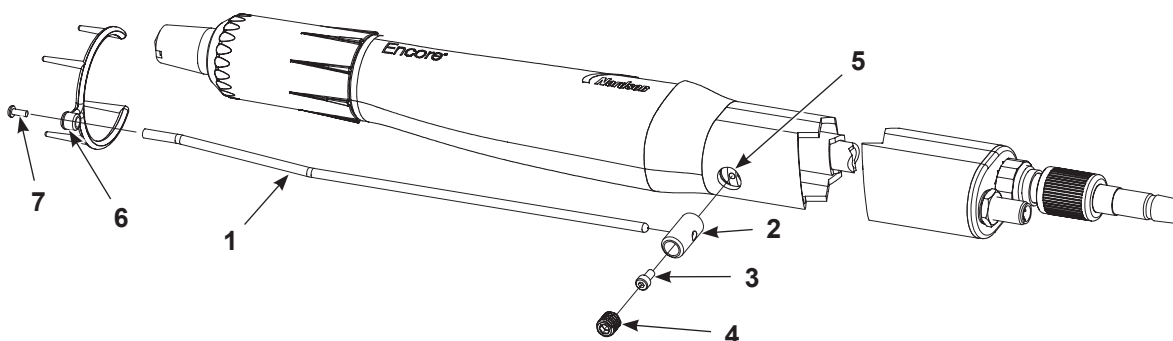

Figura 3-5 Installazione del collettore di ioni - Pistola a spruzzo con montaggio su tubo (per chiarezza, alcuni pezzi non sono illustrati)
**NOTA:** Il foro di montaggio del collettore di ioni va montato verso il davanti della pistola a spruzzo, come illustrato nella Figura 3-5. Se il collettore di ioni viene montato verso l'estremità posteriore, si deve invertirlo per consentire l'accesso alla piastra di terra nel gruppo del corpo posteriore. Se necessario, eseguire le operazioni da 1 a 7 della procedura di disassemblaggio del montaggio su tubo a pagina 7-2 per rimuovere il tubo, poi girarlo e riassemblare la pistola a spruzzo.
1. Vedi Figura 3-5. Togliere il tappo dal foro di montaggio (5), se pertinente.
2. Fissare lo stelo (2) alla piastra di messa a terra con la vite a brugola (3).
3. Inserire l'asta del collettore (1) nello stelo e fissarla con la vite di arresto con punta di nylon M10 x 10 (4).
4. Applicare la punta multipunto (6) all'asta del collettore con la vite M3 x 8 (7).